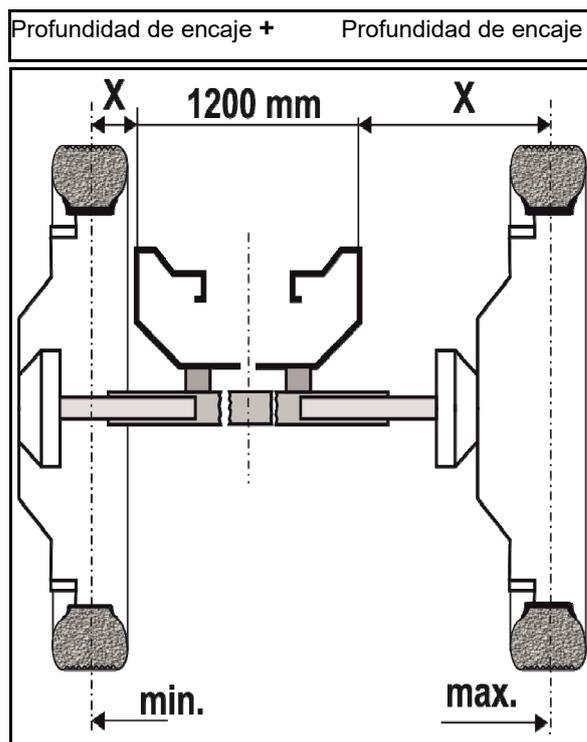

Fig. 104
5. Introducir o extraer la mitad del eje hasta la posición deseada. Determinar para ello la medida x desde el borde externo del bastidor de base (Fig. 104/1) hasta el centro de la rueda del pulverizador e introducir o extraer la mitad del eje según corresponda.